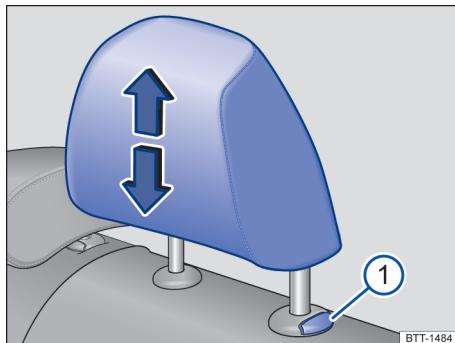
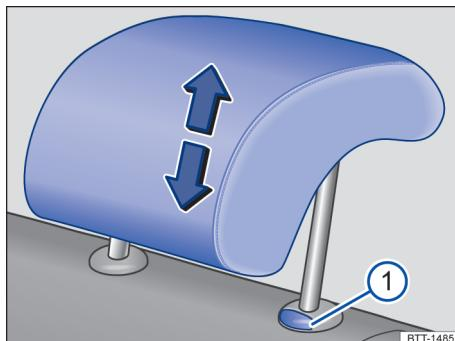

Fig. 68 Assentos traseiros laterais: ajustar o apoio para cabeça.
Fig. 69 Assento traseiro central: ajustar o apoio para cabeça.
- Empurrar o apoio para cabeça para cima no sentido da seta ou, com o botão → **Fig. 68 ①** ou → **Fig. 69 ①** pressionado, empurrar para baixo → **!** em *Introdução ao tema* na página 81.